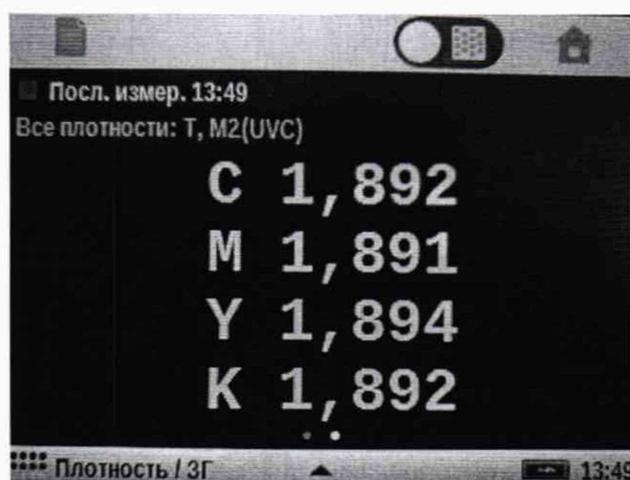
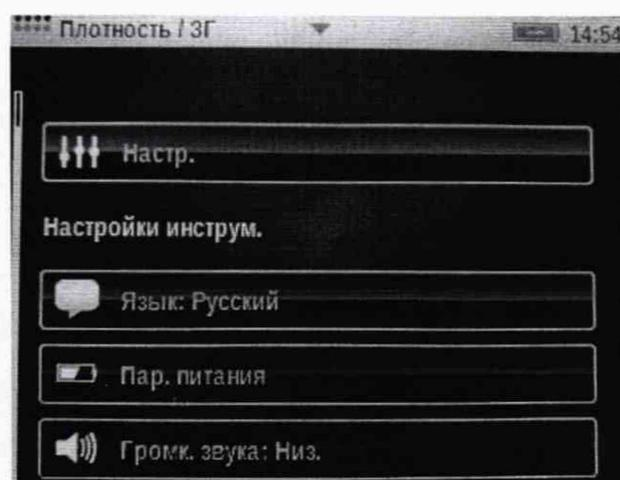
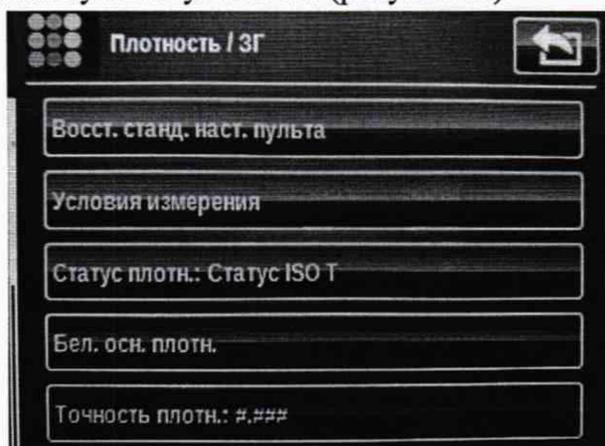

Рисунок 6 – Окно измерений
Рисунок 7 – Меню настроек
Рисунок 8 – Меню настроек измерений
8.3.1.2 Потянуть снизу вверх нижнюю полоску с надписью «Плотность/3Г» на экране для вызова меню настроек (рисунок 6). В появившемся окне (рисунок 7) нажать на кнопку  для перехода в меню настроек измерений (рисунок 8).